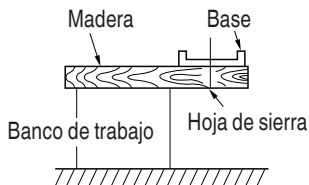

Fig. 18
6. Prepare un banco de trabajo de madera (Fig. 18). Como la hoja de sierra sobresaldrá de la superficie inferior de la madera de trabajo, coloque ésta sobre un banco de trabajo para cortarla. Si, como banco de trabajo, utiliza un madero cuadrangular, tenga en cuenta el nivel del suelo para asegurar que quede adecuadamente estabilizado. Un banco de trabajo inestable resultaría en una operación peligrosa.